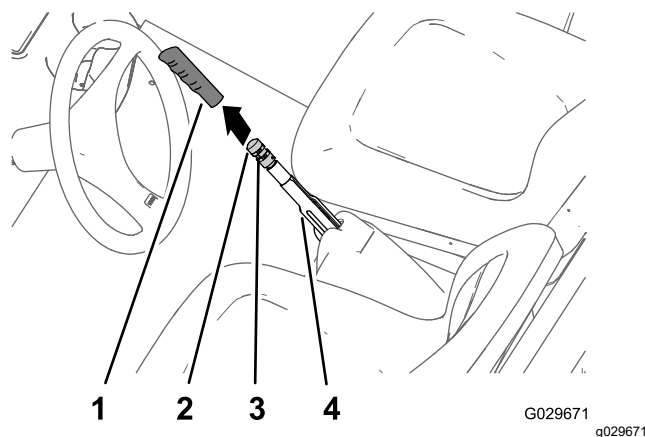

Figure 49
1. Enlevez la poignée du levier de frein du stationnement (Figure 49).
2. Desserrez la vis qui fixe le bouton de réglage sur le levier du frein de stationnement (**Figure 49**).
3. Tournez le bouton de réglage du frein jusqu'à ce qu'une force de 133 à 156 N (30 à 35 lb-pi) soit nécessaire pour serrer le levier du frein de stationnement (**Figure 49**).
4. Serrez la vis de fixation et remettez la poignée en place (**Figure 49**).
1. Enlevez la poignée du levier de frein du stationnement (**Figure 49**).
2. Desserrez la vis (**Figure 49**) qui fixe le bouton de réglage sur le levier du frein de stationnement, desserrez le frein de stationnement et desserrez le bouton de réglage.
5. Tournez le bouton de réglage du frein (**Figure 49**) jusqu'à ce qu'une force de 133 à 156 N (30 à 35 lb-pi) soit nécessaire pour actionner le levier du frein de stationnement.
- C. Tournez le bouton de réglage du frein (**Figure 49**) jusqu'à ce qu'une force de 133 à 156 N (30 à 35 lb-pi) soit nécessaire pour actionner le levier du frein de stationnement.
- Serrez la vis et remettez la poignée en place (**Figure 49**).